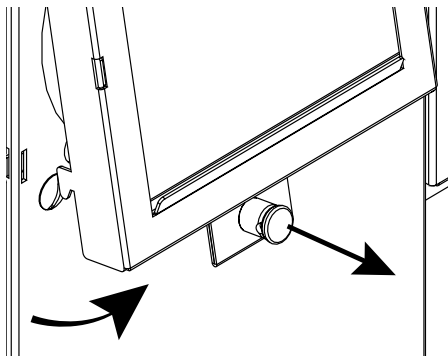

Figura 3. Remoção do defletor
3. Localize o defletor na parte posterior da torradeira. Para removê-lo, puxe o pino para fora e incline o defletor para cima e na direção contrária à torradeira (veja Figura 3).